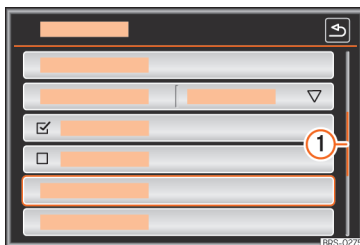

Abb. 180 Listeneinträge eines Einstellungs-menüs.
Auf der rechten Seite befindet sich die Scroll-Leiste, deren Größe von der Anzahl der Listeneinträge abhängt » Abb. 180 ①.